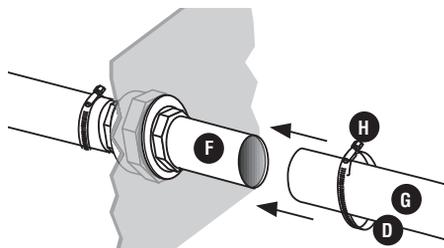

Fig. 11
3) Passate ora alla parte interna della piscina. Individuate la bocchetta passante USCITA ACQUA **B**, collegate il tubo **G** al raccordo **F** serrando con la fascietta in acciaio **H** (Fig. 11), come avete fatto in precedenza.